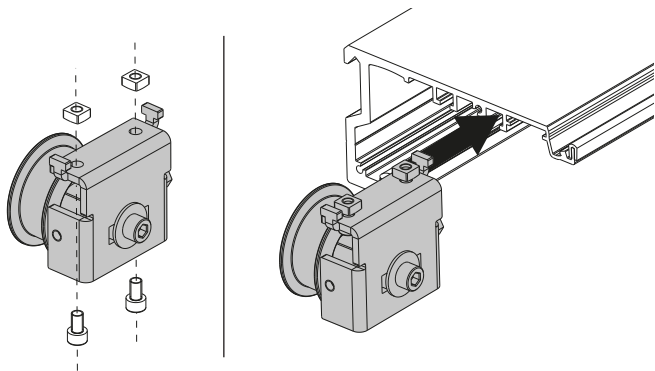

fig. 5
- montare il tendicinghia dalla parte **sinistra** della trave binario in una posizione che permetta la battuta del carrello sulla squadretta di finecorsa e, dopo aver infilato i dadi quadri nell'apposita sede, fermarlo tramite le viti in dotazione (vedi fig. 5);
- *Fit the belt tensioner on the left of the track beam in a position that allows the carriage to stop at the end-of-stroke bracket and, after inserting the square nuts in the appropriate housing, secure with the screws supplied (see fig. 5);*